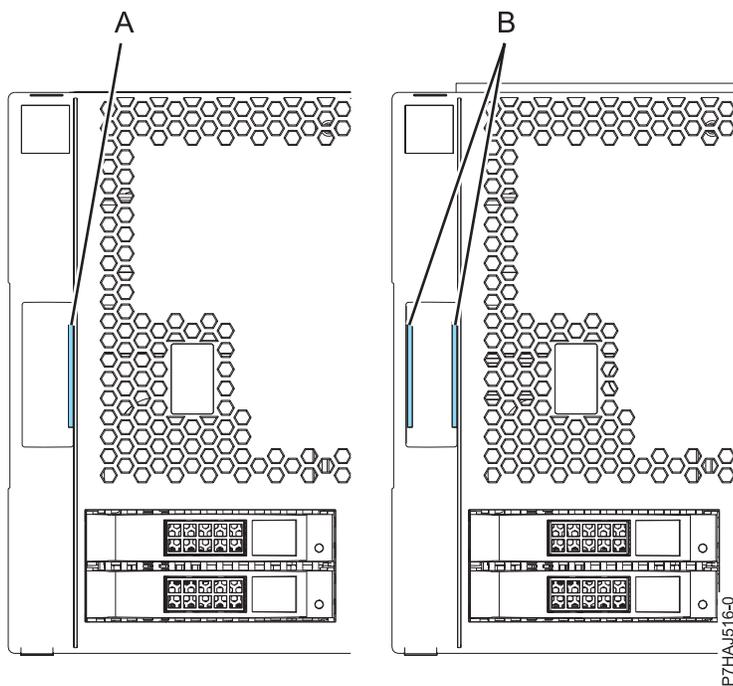

Figura 8. Identificación de las cubiertas más antiguas y más recientes
Nota: Las cubiertas más antiguas suministradas antes del 1 de marzo de 2011 se pueden identificar por la banda azul (A) en los pestillos del conjunto de cubiertas. Las cubiertas más nuevas suministradas después del 1 de marzo de 2011 tienen dos rayas azules (B) en los pestillos del conjunto de cubiertas. Consulte la sección Figura 8 en la página 24.